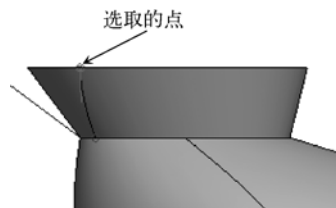

图 5-77 选取的点
- 选取如图 5-77 所示的点，切换到“点”选项板，设置“软点”的“长度比例”的“值”为“0.12”。